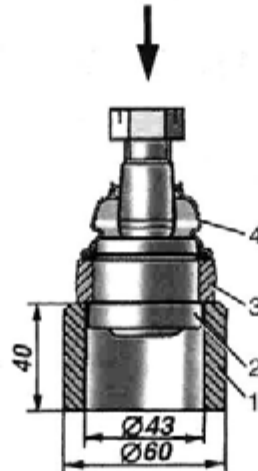

Рис. 6.28. Выпрессовка шарнира рулевых тяг:
- на прессе с помощью опорной втулки 1 (рис. 6.28) выпрессовать шарнир из тяги с приложением усилия к пальцу с предварительно накрученной до уровня торца гайкой. При этом одновременно спрессовывается защитный колпак 4 с корпуса шарнира;